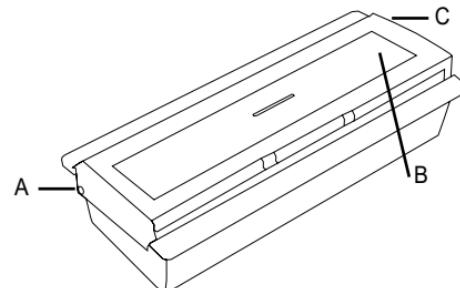

Abbildung 1: Türklingeltaster
- a) Stellen Sie den Türklingeltaster so auf eine Arbeitsfläche, dass sich die beiden Drehachsen der durchsichtigen Plastikfront (Abb.1 A und C) hinten befinden.
- b) Drücken Sie nun auf der linken Seite vorsichtig mit einem spitzen Gegenstand (z.B. Kugelschreiber) auf den kleinen Stift (Abb. 1 A).
- c) Jetzt sollte sich die durchsichtige Plastikfront links (Abb. 1 A) hochschieben und dann abnehmen lassen.
- d) Nun können Sie die kleine Schraube (Abb. 1 B) mit einem kleinen Kreuzschlitz-Schraubendreher öffnen und die Vorderseite des Türklingeltasters, hinter der sich die Platine mit der Batterie befindet, abnehmen.
- b) Achten Sie vor dem Zusammensetzen darauf, dass die kleine Schraube (Abb. 1 B) an der richtigen Stelle greifen kann. Gegebenenfalls drehen Sie ein Gehäuseteil um 180°.